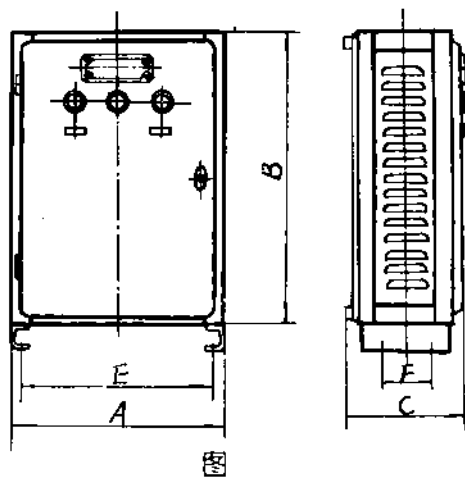

图 1
8. 本产品的外形安装尺寸如图 1、2、3 及表 2 所示。